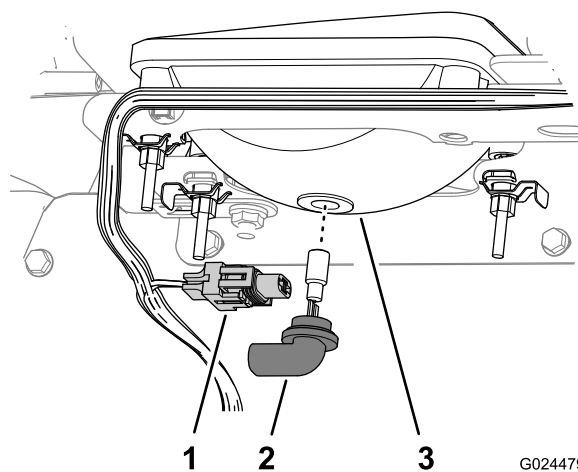

Figure 49
3. Débranchez le connecteur électrique du faisceau du connecteur de l'ensemble lampe situé au dos du boîtier du phare (Figure 49).
4. Tournez l'ensemble lampe de 1/4 de tour dans le sens antihoraire et tirez-le an arrière hors du boîtier (Figure 49).
5. Insérez l'ensemble lampe neuf dans le boîtier du phare et alignez les languettes de l'ensemble lampe sur les fentes du boîtier (Figure 49).
6. Fixez l'ensemble lampe en le tournant de 1/4 de tour dans le sens horaire (Figure 49).
7. Branchez le connecteur électrique de faisceau au connecteur de l'ensemble lampe neuf (Figure 49).